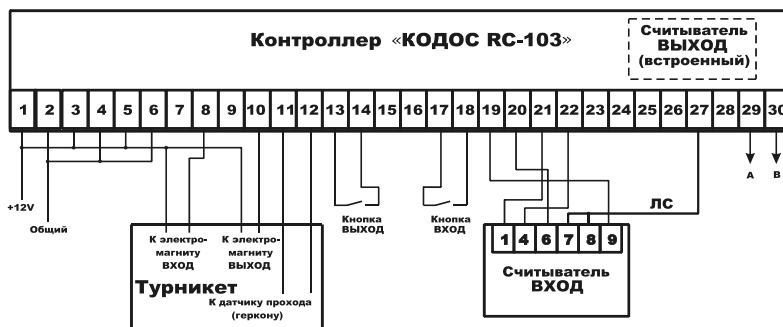

Рисунок 9 – Схема подключения (вариант 1)
- клеммы 7, 8 считывателя 1 при синхронизации подключаются к контакту 27 разъема Х3 контроллера (см. рисунок 9).